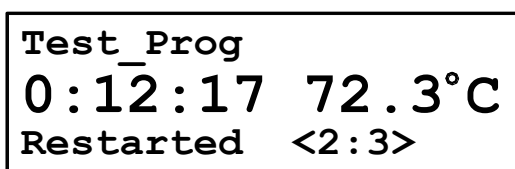

Рис.6. Вид ЖК-индикатора после несанкционированного отключения электропитания прибора
3. Сообщение **Restarted<n:m>** (перезапущен) означает, что программа перезапущена на шаге n, в котором было выполнено m циклов (Рис.6). Сообщение появляется после отключения электропитания прибора. После появления напряжения в сети прибор продолжает выполнение программы, и по окончании ПЦР все данные могут быть считаны из прибора для дальнейшего анализа.